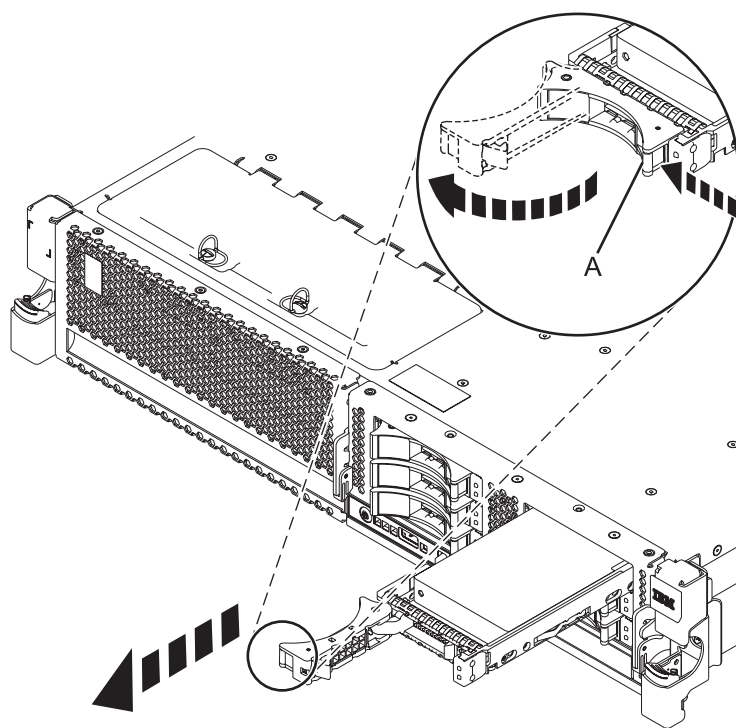

Figure 15. Retrait d'une unité de disque du système
3. Lorsque le voyant d'identification s'allume et reste fixe, déverrouillez la poignée de l'unité en appuyant dessus et en la tirant vers vous, comme illustré à la figure 15. Si la poignée n'est pas complètement sortie, vous ne pouvez pas retirer l'unité de disque ou l'unité SSD de l'unité centrale ou de l'unité d'extension.